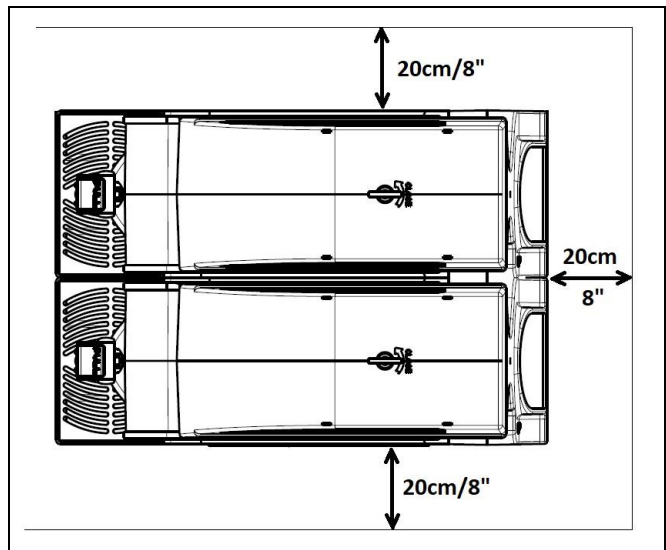

Fig. 14
b) Placer l'appareil sur une surface horizontale et solide en faisant en sorte que la carrosserie de l'appareil soit bien ventilée (**au moins 20cm/8" d'espace libre tout autour**, fig.14), installer l'appareil dans un environnement sec et éviter de l'installer à proximité de sources de chaleur. **La température ambiante d'utilisation de la machine doit être comprise entre 75°F et 100°F (entre 24 et 38°C) pour le Frosty, entre 75°F et 90°F (entre 24 et 32°C) pour le Sorbys.**